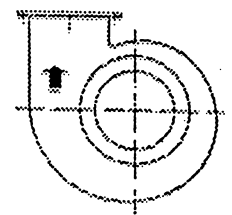

Fig 8
- Verifiez que le sens de rotation du(des) ventilateur(s) correspond à celui indiqué sur la partie rotor (voir fig.8)